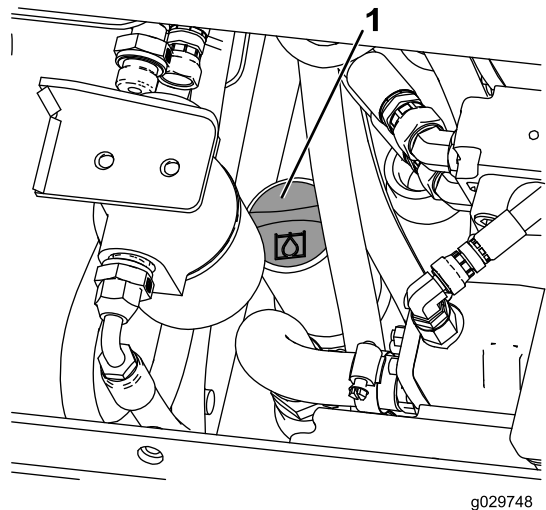

Figura 27
7. Limpie la zona alrededor del cuello de llenado del depósito de aceite hidráulico (Figura 27).